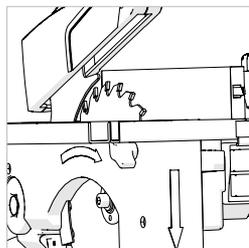

Fig. 21
- Faites glisser le guide de protection jusqu'à la lame, en soulevant le carter de protection de lame de telle façon que le plateau repose contre la lame et sous le carter de protection de la lame. (Fig. 21)